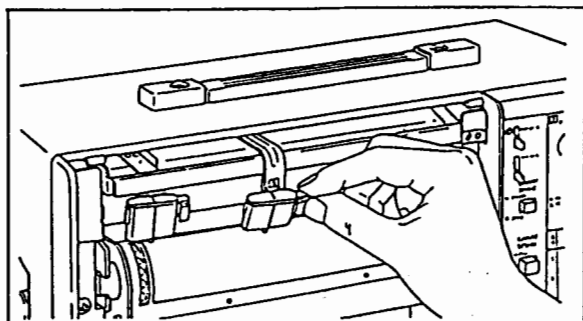

図 3.12
- (3) ペンをペンホルダからとりはずす場合は、図 3.12 のようにしてはずしてください。